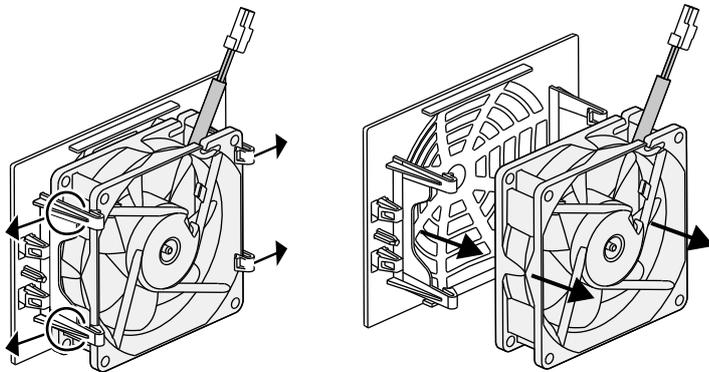

Abb. 60: Demontage Lüftergitter
5. Der Lüfter kann zusätzlich noch vom Lüftergitter abgezogen werden. Dazu Befestigungslaschen leicht nach außen drücken und Lüfter abziehen.  **Abb. 60**